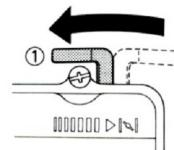

Рис. 5
- ON при запуске горячего двигателя, смотри рисунок 5.